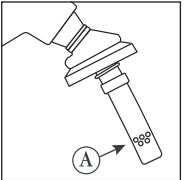

Ilustración 15
- ✓ La punta de la manguera falla por nivel bajo. El puerto de cierre de la pistola surtidora puede estar cubierto por el adaptador de A/L. (Vea el punto A en la ilustración 15)